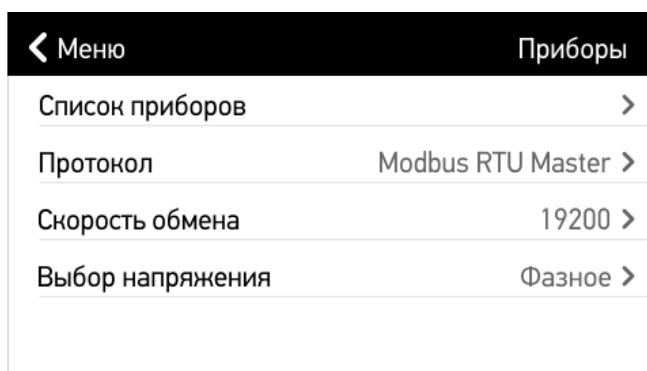

Рисунок 4.25. «Настройки» -> «Приборы»
- **«Приборы»** содержит информацию обо всех записанных в модуль индикации измерительных приборах и протоколе взаимодействия между ними (рис. 4.25).